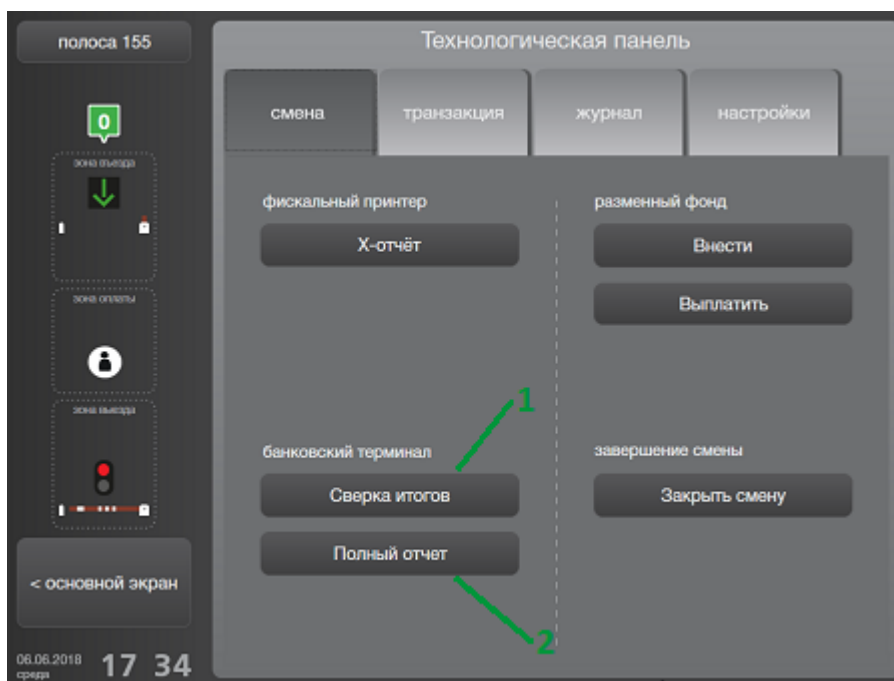

Рисунок 196. Кнопки снятия отчетов по банковскому терминалу
Кнопка **[Сверка итогов]** на вкладке "смена" технологической панели (рис. 196, поз. 1) используется для промежуточной сверки итогов банковского терминала. Операция выполняется при необходимости и заключается в отправке данных о произведенных оплатах по банковскому терминалу в банк и печати чека со сверкой.
Кнопка **[Полный отчет]** на вкладке "смена" технологической панели (рис. 196, поз. 2) используется для снятия полного отчета без закрытия смены на банковском терминале.
- **[Сверка итогов]** (рис. 196, поз. 1) в случае необходимости снятия отчета с закрытием смены на банковском терминале;
- **[Полный отчет]** (рис. 196, поз. 2) в случае необходимости снятия отчета без закрытия смены на банковском терминале.